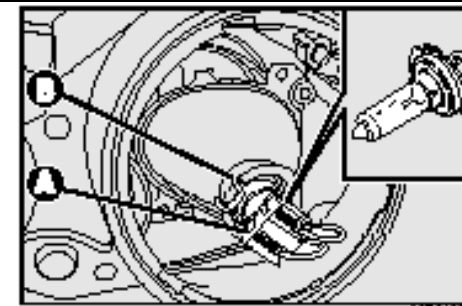

рис.29
- Разъедините центральный электрический разъем **А** - **рис.29**;
- Установите новую лампу и зафиксируйте ее пружинной **В** - **рис.29**.